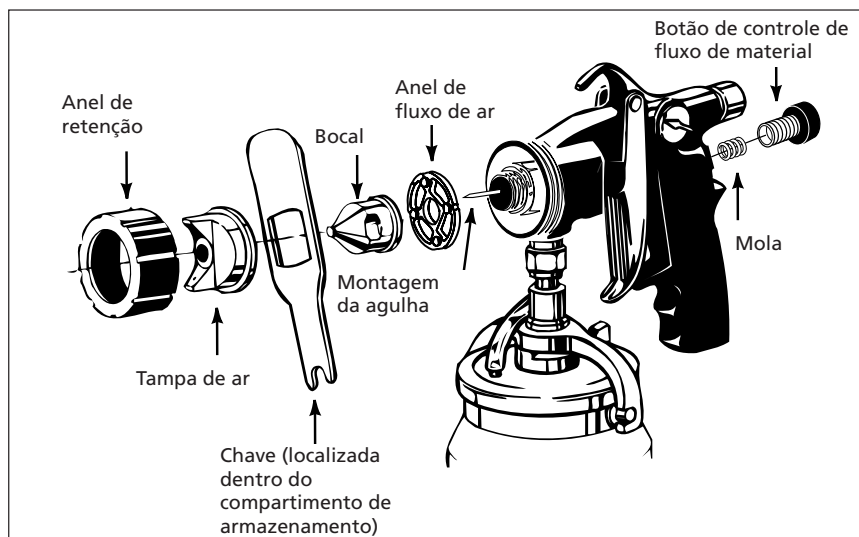

Figura 5 - Instalação da agulha/bocal
5. Remova o anel de retenção, a tampa de ar, bocal, o botão de controle do material, a mola e a montagem da agulha (Figura 5).